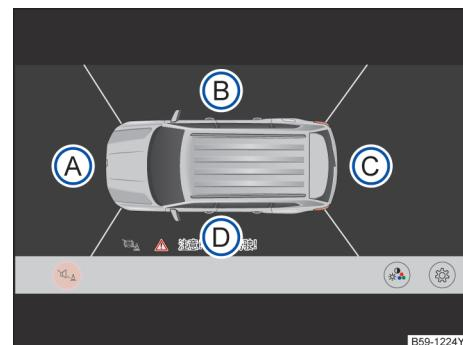

图 166 全景摄像系统显示：鸟瞰图
→图 166 的图例:
→图 166。通过点击汽车区域可以选择鸟瞰图。
通过点击鸟瞰图→图 166 (A) 至 (D) 的各个区